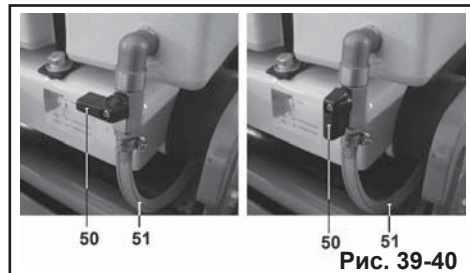
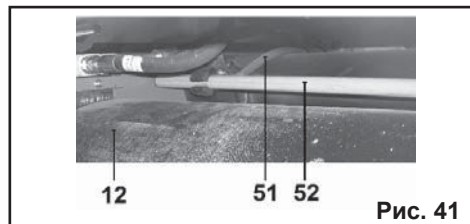

Рис. 39-40
Рис. 41
10.2. С помощью вентиля разбрызгивателя (50) (Рис. 39-40) можно установить равномерное разбрызгивание воды во время работы. Откройте вентиль подачи воды и убедитесь в том, что вода по шлангу (51) идет на каждый валец (12) из разбрызгивателей (52) (Рис. 41).